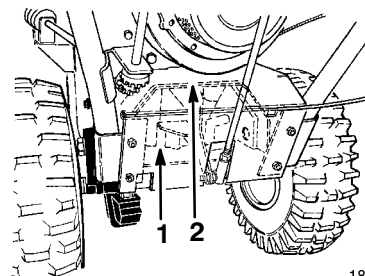

Figure 31
6. Desserrez les 4 boulons à embase (2 de chaque côté) qui fixent le châssis de transmission au châssis moteur (Fig. 31 et 32).